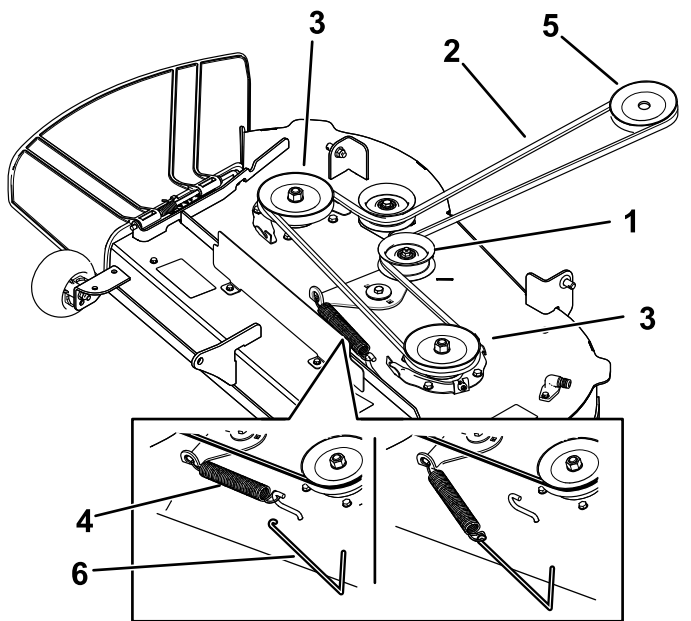
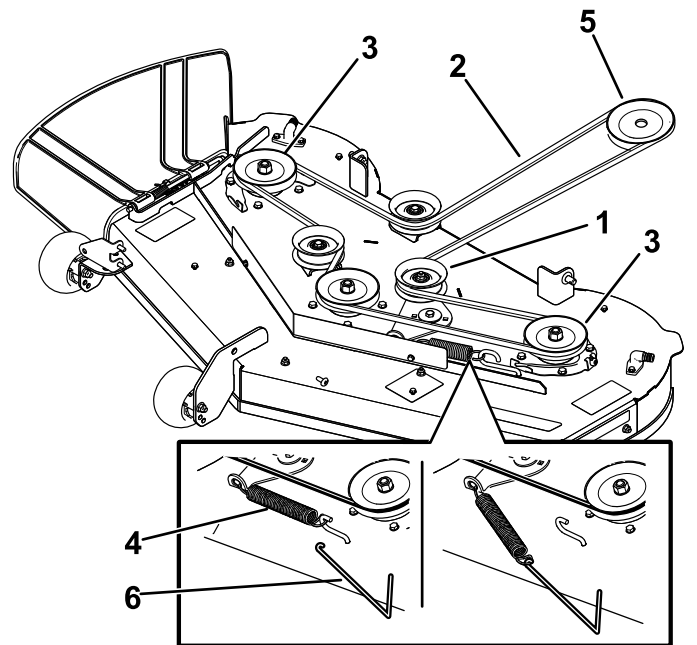

Figure 50
Figure 51
5. À l'aide d'un outil de dépose de ressort (réf. Toro 92-5771), décrochez le ressort du crochet sur le tablier pour détendre la poulie de tension et déchaussez la courroie des poulies (Figure 50 ou Figure 51).
6. Acheminez la courroie neuve autour de la poulie du moteur et des poulies du tablier de coupe (Figure 50 ou Figure 51).
7. À l'aide d'un outil de dépose de ressort (réf. Toro 92-5771), accrochez le ressort au crochet situé sur le tablier, afin d'exercer une tension sur la poulie de tension et la courroie du tablier de coupe (Figure 50 ou Figure 51).